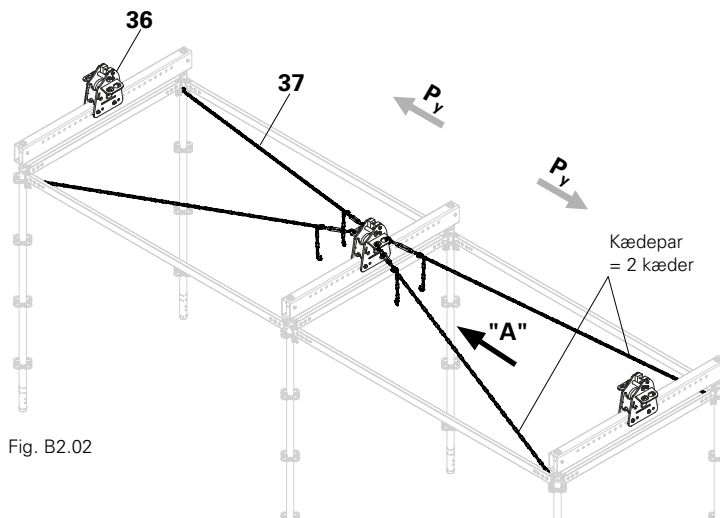

Fig. B2.02
- den bærende underbygning, se fig. B2.02.